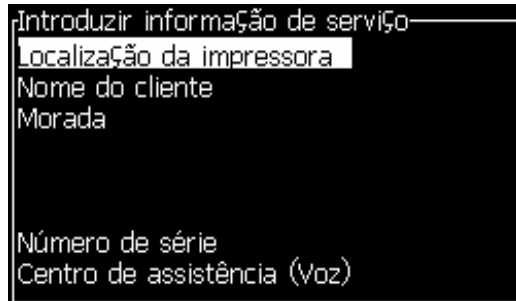

Figura 4-22: Caixa de diálogo *Introduzir informação da assistência técnica*
- 2 Selecione a opção *Introduzir informação da assistência técnica* e pressione a tecla *Enter*. A caixa de diálogo *Introduzir informação da assistência técnica* aparece (veja Figura 4-22).